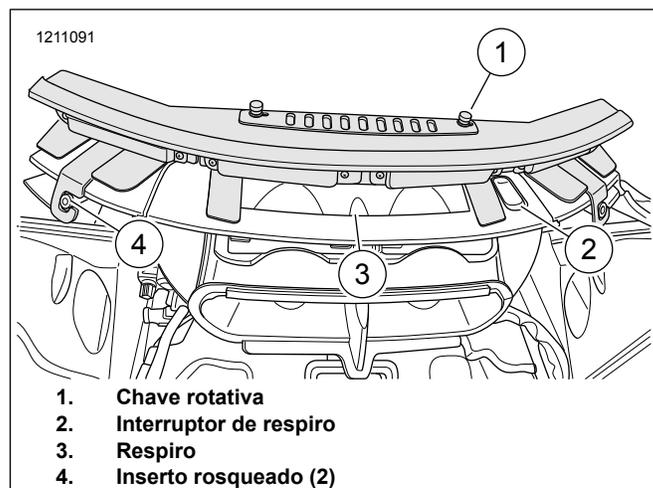

Figura 6. Colocação das luzes
6. Veja a figura 6. Verifique se o interruptor de respiro (2) está na posição aberta.
7. Posicione a luz sobre a abertura de ventilação (3) com os botões giratórios (1) virados para cima.
8. Alinhe os suportes de montagem esquerdo e direito sobre o inserto rosqueado (4).